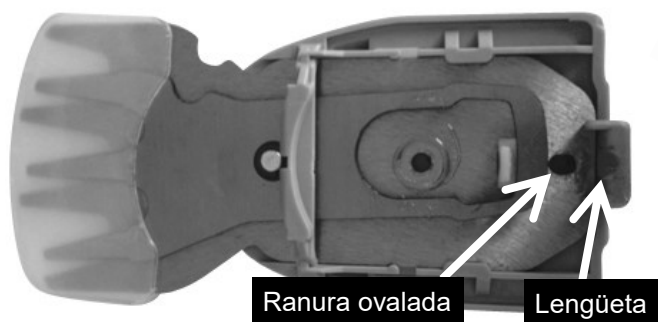
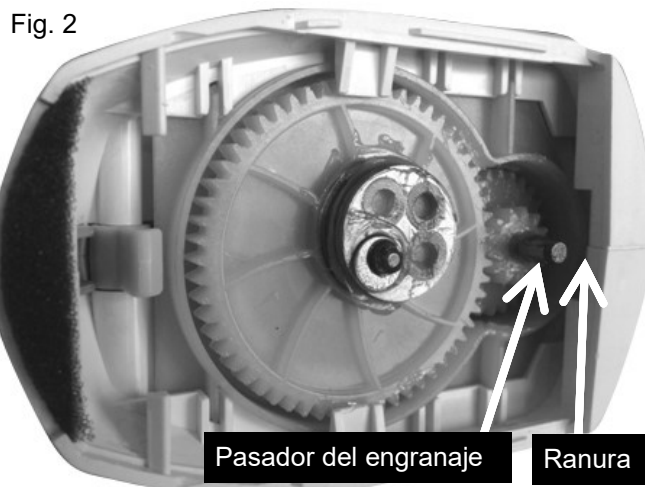

Fig. 1
Fig. 3
2. Para colocar la cuchilla para cortar pasto, deslice la lengüeta (ver Fig. 1) en la ranura (ver Fig. 2) de la caja. Alinee el pasador del engranaje (ver Fig. 2) con la ranura ovalada (ver Fig. 1) en la cuchilla para que encajen correctamente. Empuje la placa cubierta de la cuchilla hacia arriba (ver Fig. 3) hasta que escuche que encajó. La placa cubierta de la cuchilla estará sujeta a la unidad cuando esta se ponga en funcionamiento.